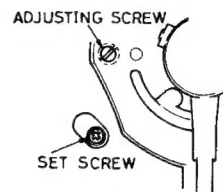

Fig. 5
- a. Déposer le plateau. Desserrer la vis de fixation du bloc détecteur de 1/2 à 3/4 de tour (Fig. 5).
- a. Remove the platter. Back off the sensor assembly securing screw 1/2-3/4 turns. (Fig. 5)